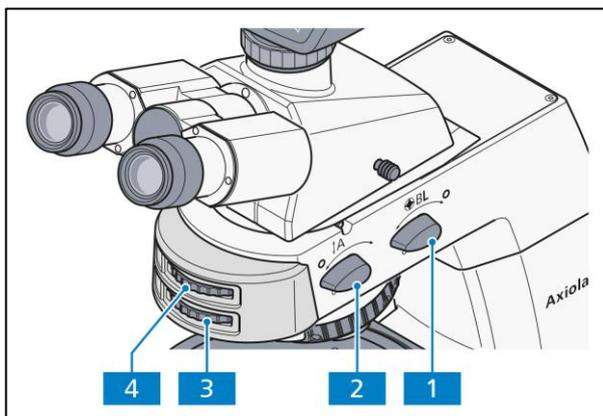

Abb. 4-11 Axiolab 5 für Durchlicht-Konoskopie
- Analysator mit Drehknopf **A** (Abb. 4-11/2) in Strahlengang (Position **on**) bringen.
- Mit Stellrad (Abb. 4-11/43) des Analysators kann die Schwingungsrichtung verändert werden.
- Bertrandlinse **BL** (Abb. 4-11/1) einschalten (Position **on**). Daraufhin erscheint das Achsenbild im Sehfeld.
- Mit Stellrad (Abb. 4-11/54) das Achsenbild fokussieren.